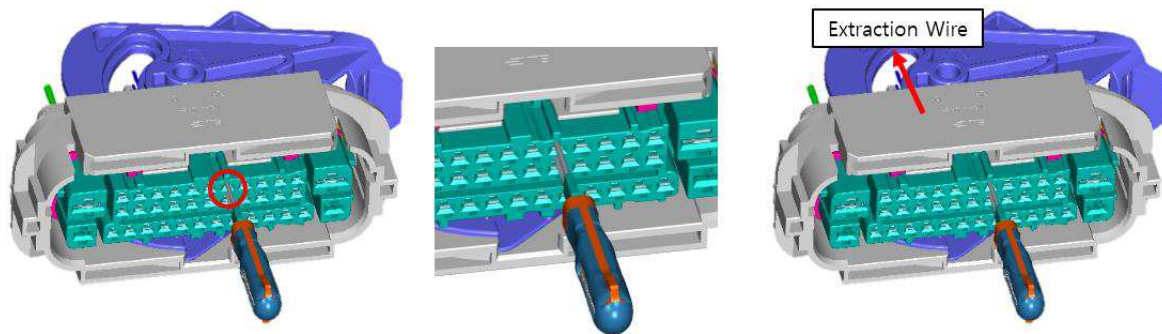

Fig. 17
(1) TPA 가 Pre-lock 상태인지 확인하시오. Final lock 상태에 있다면, Pre-lock 상태로 바꾸어야 한다(Par.5.1. 참조). Final lock 상태에서는 단자를 빼내는 것이 불가능 하다.
(5) Extraction tool 을 Extraction hole 에 삽입하면서 Crimped wire 를 당겨 단자를 빼내시오. (Fig.17 참조)